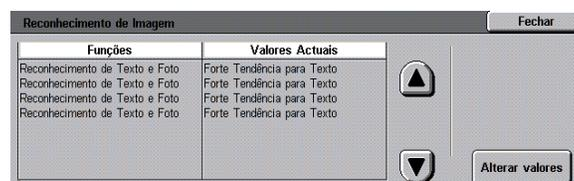

Figura 47: Ecrã Reconhecimento de Imagem
- 2 Prima o ícone **Reconhecimento de Imagem** para visualizar o ecrã Reconhecimento de Imagem, tal como ilustrado na Figura 47.